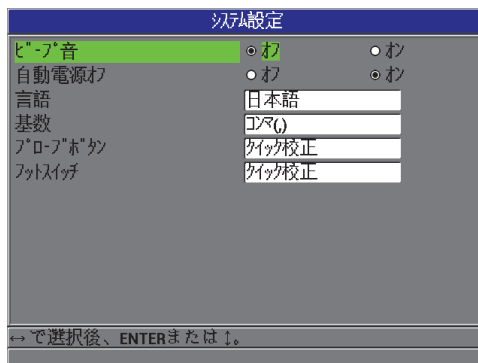

図 6-2 システム設定画面
1. 測定画面で、[設定メニュー] を押した後、システムを選択しシステム 設定画面を表示します（114 ページ図 6-2 参照）。